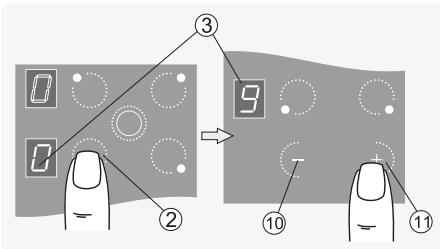

Рис.8
1. Коснуться зоны «②» с обозначением выбранной конфорки, после чего конфорка перейдет в режим управления. В соответствующем окне индикации мигает «0» (рис.8).